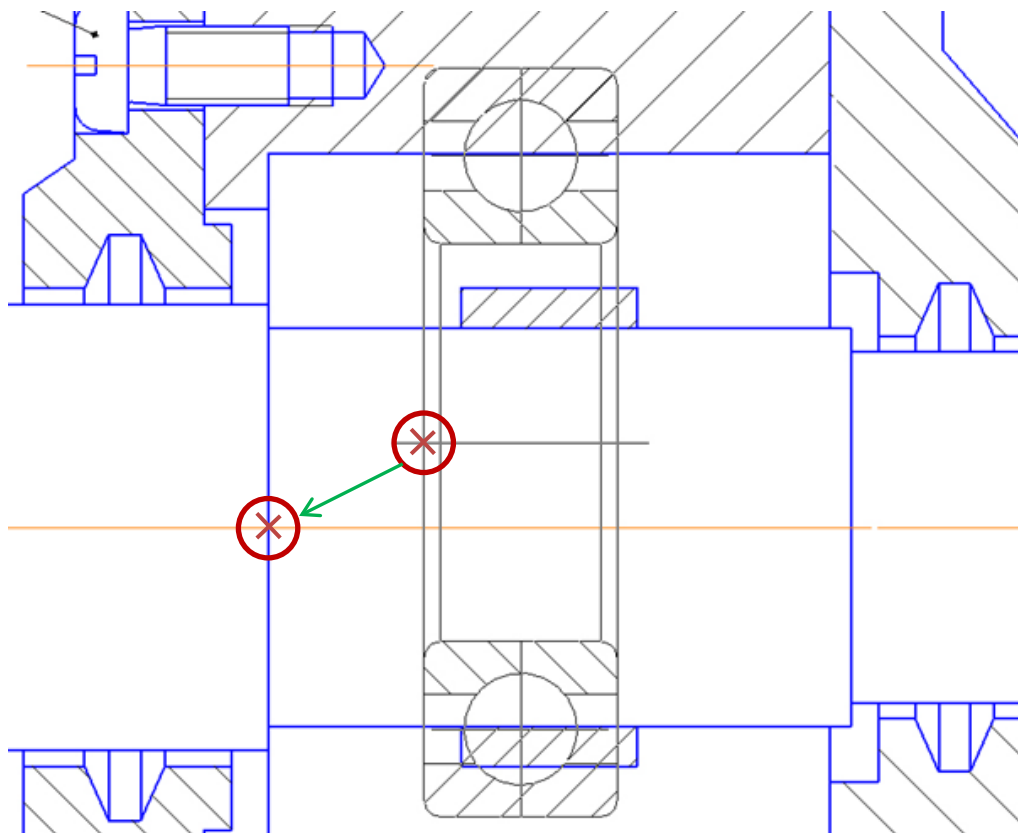

Рис. 4.65. Вставка подшипника
- Разместите подшипник на чертеже, совместив базовые точки, как показано на рис. 4.65.